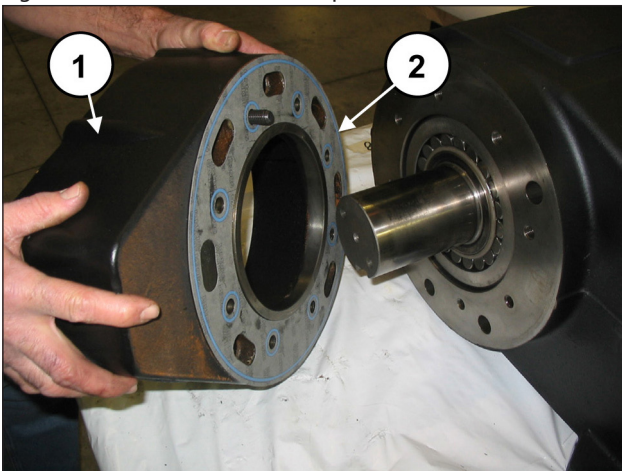
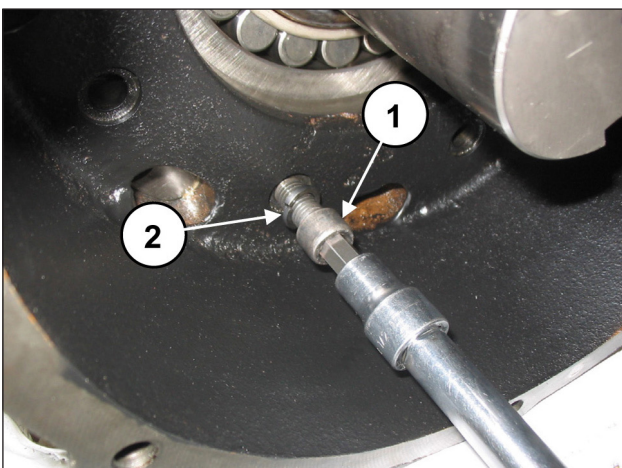
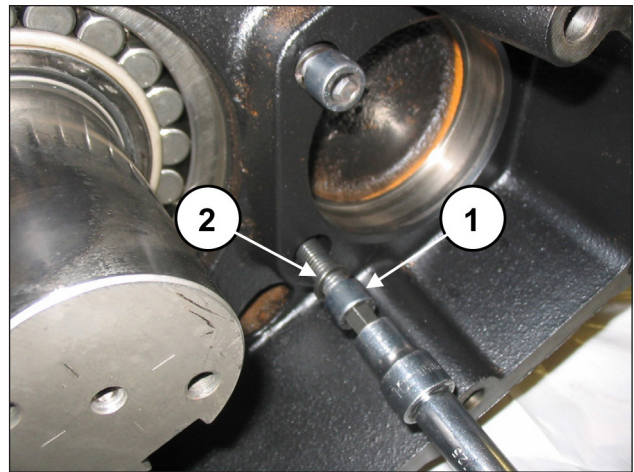

Fig. 45
Fig. 46
Fig. 47
Monte a caixa do redutor (pos. ①, Fig. 45) e o forro relativo (pos. ②, Fig. 45), usando os seis parafusos M12x40 (pos. ①, Fig. 46), os dois parafusos M12x50 (pos. ①, Fig. 47) e as arruelas Grower Ø12 (pos. ②, Fig. 46 e Fig. 47).